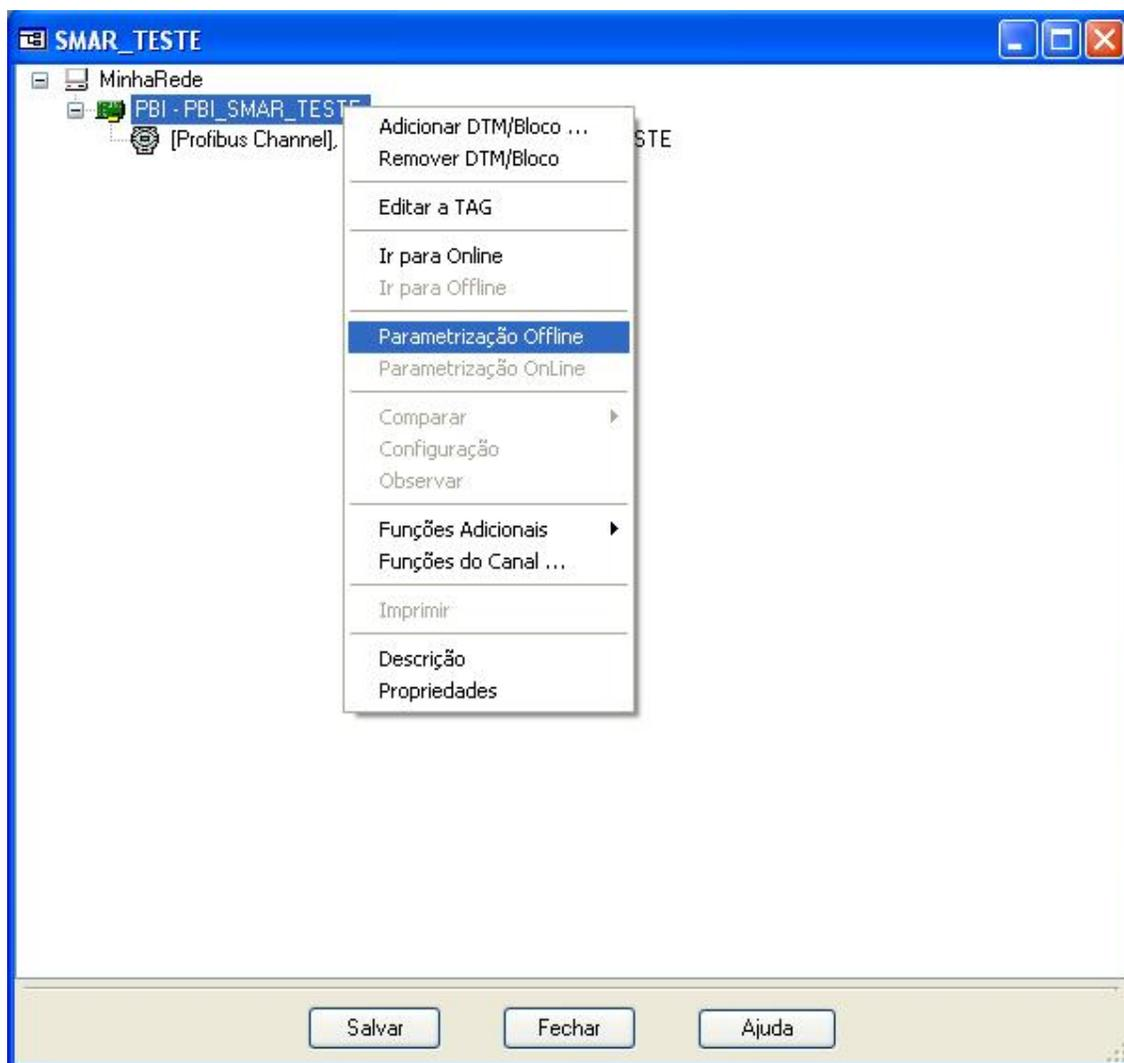
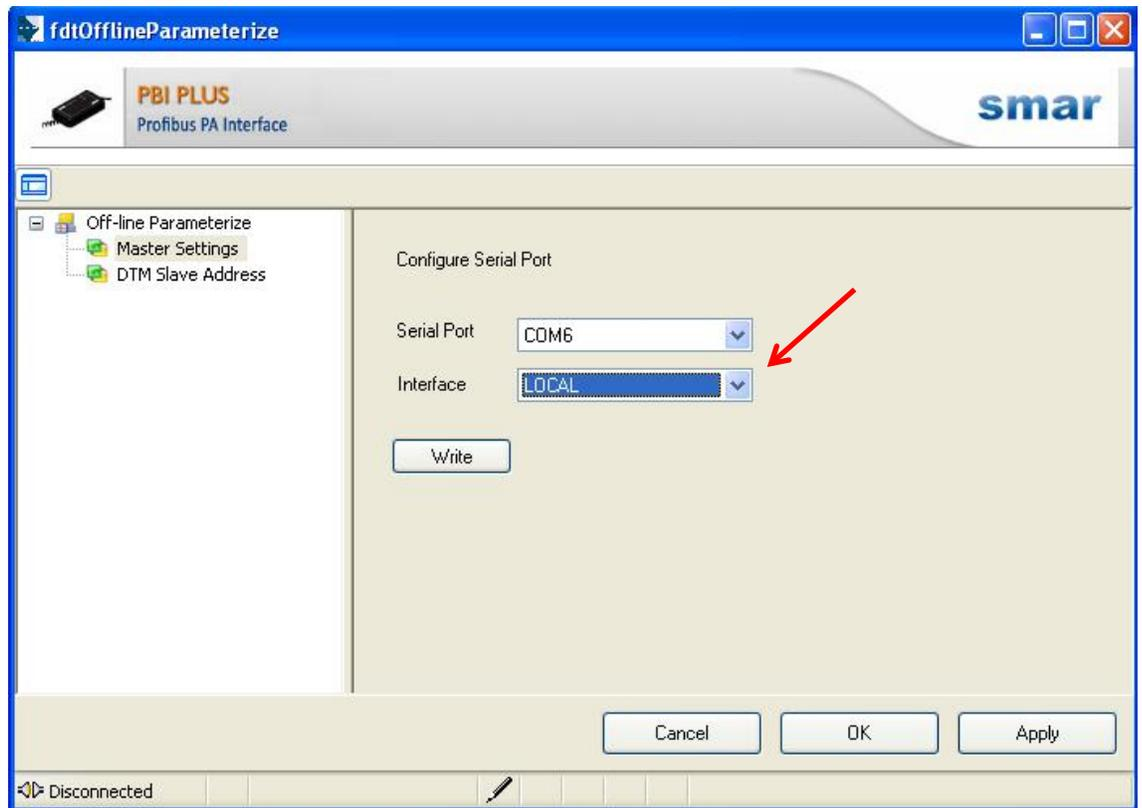

Figura 2.12 – Configuração do Software AssetView STANDALONE
Figura 2.13 – Configuração do Software AssetView STANDALONE
- 8) Em seguida, deverá ser feita uma parametrização offline na PBI-PLUS. Para isso, clique com o botão direito do mouse em cima da PBI-PLUS e escolha a opção "Parametrização Offline". Ver Figura 2.12. Clique na opção "Master Settings". Nessa etapa serão configurados a porta de comunicação (opção "Serial Port") que será utilizada e o tipo de comunicação (opção "Interface"), que poderá ser local (opção "LOCAL") ou em campo (opção "NETWORK"). Ver Figura 2.13.